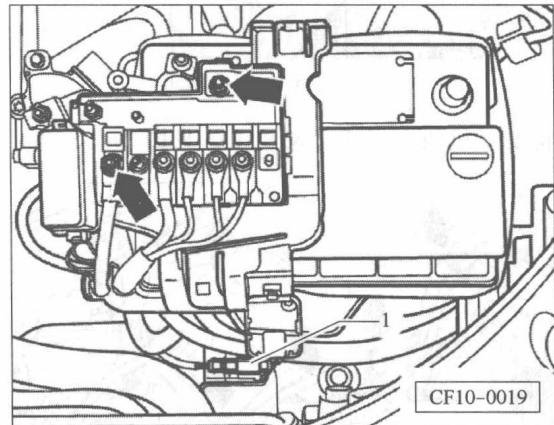
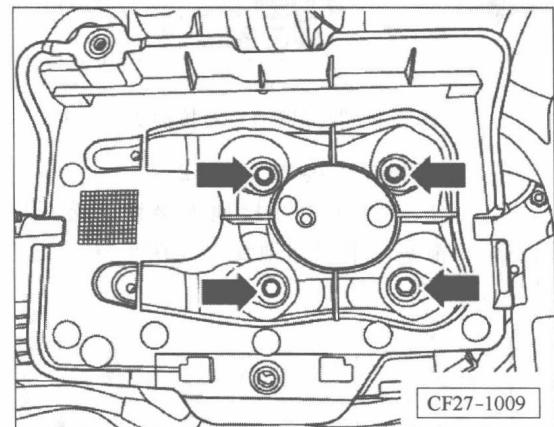

图 2-1 旋出螺母
图 2-2 拆下蓄电池支架
- ① 关闭点火开关后断开蓄电池接线。
- ② 拆下发动机罩。
- ③ 排放冷却液。
- ④ 拆下空气滤清器。
- ⑤ 旋出螺母（箭头），断开插头 1，见图 2-1。
- ⑥ 拆下蓄电池。
- ⑦ 拧出螺栓（箭头）并取下蓄电池支架，见图 2-2。